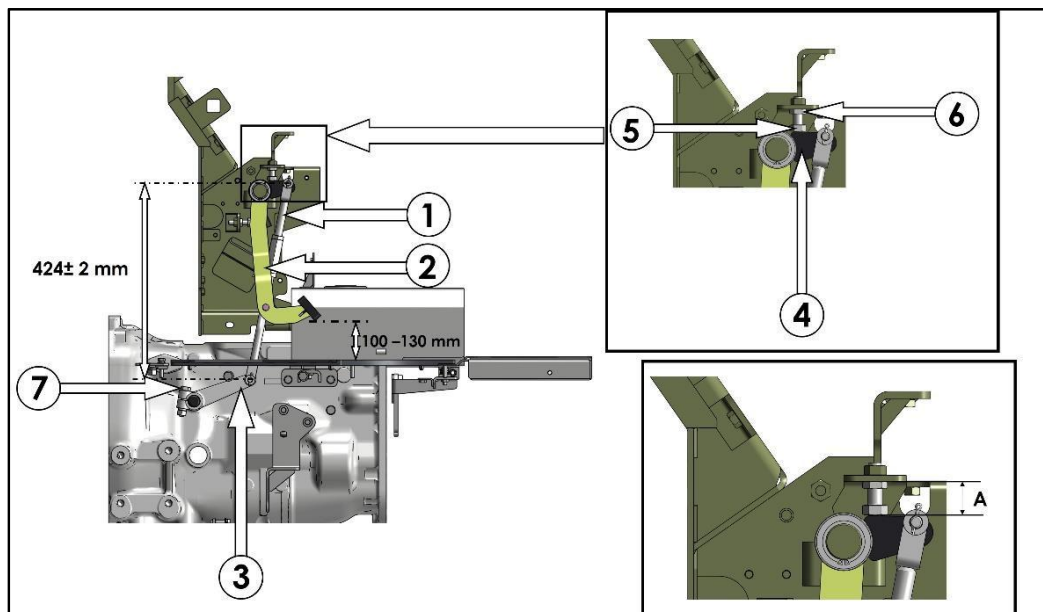
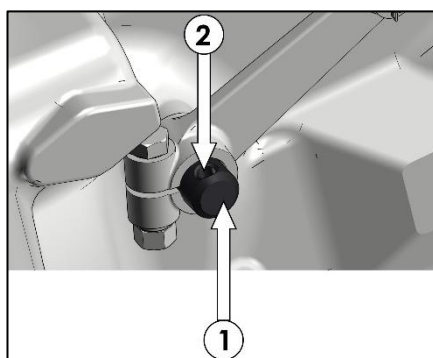
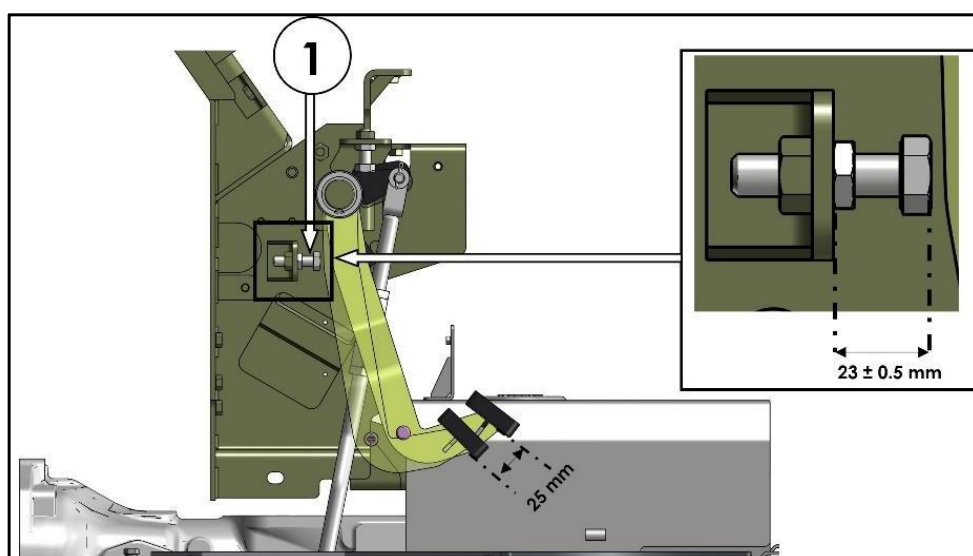

Fig. 286 – AFSTELLEN KOPPELINGSPEDAAL
Fig. 287 – KOPPELINGSDWARSAS
Fig. 288 – VRIJE SLAG KOPPELINGSPEDAAL
1. Zorg dat de lengte van de koppelstang van de koppelingsgroep 424 ± 2 mm bedraagt en stel deze zo nodig af (zie Fig. 286).
2. Verbind de koppelstang (item 1 in Fig. 286) met de koppelingspedaalgroep (item 2 in Fig. 286) en met de arm van de koppelingsas (item 3 in Fig. 286).
3. De pedaalhoogte tussen koppelingspedaal en treeplank instellen op 100–130 mm (zie Fig. 286).
4. Zorg dat de begininstelling van de pedaalpositie (aanslaghoogte) 24 mm is (aangegeven als 'A' op Fig. 286).
5. Vrije slag van het pedaal instellen op 25 mm (zie Fig. 288).
6. Plaats een voelmaat tussen de koppelingspedaalhevel (item 4 in Fig. 286) en de stelbout (item 5 in Fig. 286), en draai vervolgens de bout met contramoer (item 6 in Fig. 286) vast om 25 mm vrije slag aan het uiteinde van het koppelingspedaal te verkrijgen (zie Fig. 286).
7. Steek een pen (diameter 8 mm) in het gat van de koppelingsdwarsas (2 in Fig. 287) en draai rechthoekig tot weerstand voelbaar is; draai daarna de arm – koppelingsas (item 3 in Fig. 286) op de trekstang (item 2 in Fig. 286) vast met bout (item 7 in Fig. 286) met 75 Nm.
8. Trap het koppelingspedaal (item 2 in Fig. 286) vijf keer over de volledige slag in; controleer dat de vrije slag 25 mm is (zie Fig. 288).
9. Stel de kop van de aanslagbout voor het koppelingspedaal (item 1 in Fig. 286) t.o.v. de montageplaat in op $23 \pm 0,5$ mm zoals weergegeven in Fig. 288 en borg met de contramoer; trap het koppelingspedaal volledig in totdat het pedaal de boutkop raakt en de primaire koppeling ontkoppeld is.